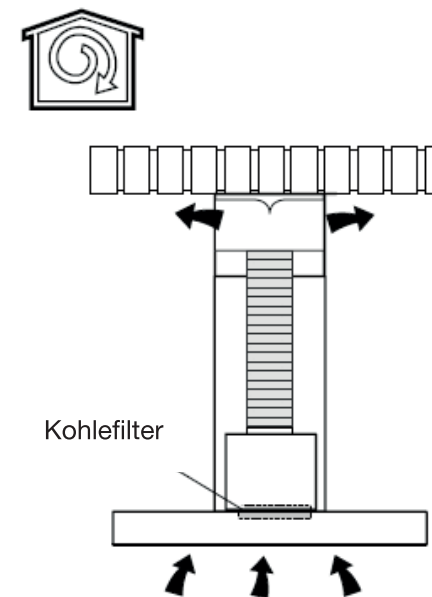

Abbildung 2
- oder im UMLUFTBETRIEB (Abb. 2)(Werkseinstellung).
Gebrauch im Umluftbetrieb (Abbildung 2)